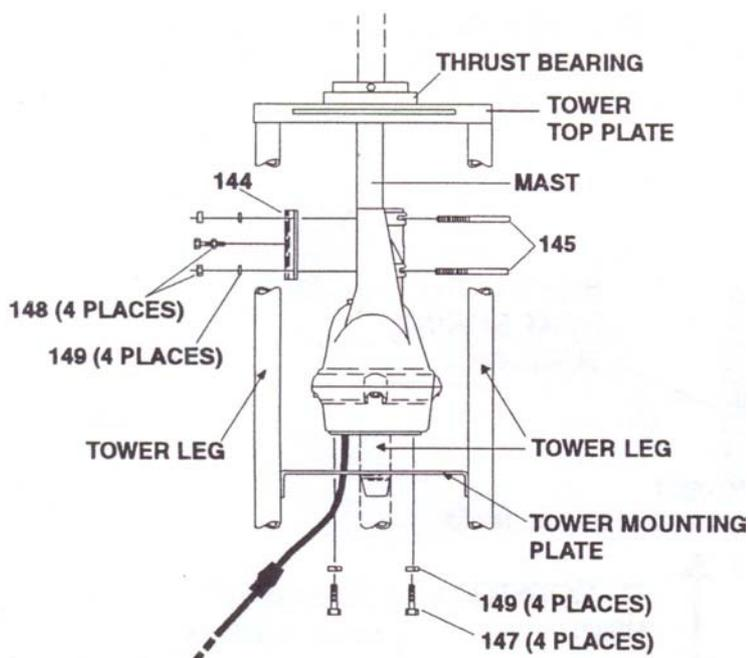

Figure 4
- A. Traliccio montato come in Fig. 4...15 piedi quadr. (1,4 m²) di superficie esposta al vento.
Ci sono tre tipi generali di installazioni (Vedi Fig. 4, 5 e 6)..
Il rotatore viene montato all'interno di un traliccio (vedi Fig 4) su una piastra piana mediante 4 bulloni forniti nel kit della bulloneria. Seguire il procedimento qui sotto indicato:
3. Il rotatore è montato sulla piastra del traliccio mediante 4 bulloni e rondelle elastiche (vedi Fig. 4). La piastra piana del traliccio deve essere forata in 4 punti usando la mascherina fornita con questo manuale a meno che la piastra del traliccio sia già stata correttamente forata.
5. Provare a montare il mast sulla parte superiore del rotatore usando i cavallotti (bulloni a U), i dadi e le rondelle elastiche attraverso il rotatore e bloccare la piastra come illustrato in Fig. 4. Il massimo diametro esterno del mast che può essere usato è di 2 1/16". Si raccomanda tubo di acciaio da 1 1/2" nominale con 1,9" di diametro esterno con spessore normale di 0,145". Con sistemi di antenne "accatastati" o antenne molto grandi, si raccomanda uno spessore per servizio pesante di 0,200". Entrambi i tubi di acciaio possono essere acquistati con i dati tecnici ASTM 120.